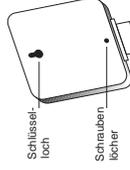

ABB. 22: Rückseite des Controllerkastens
- Schieben Sie die schlüssellochartige Öffnung an der Rückseite des Controllerkastens auf die vorstehende Schraube [siehe Abb. 22].